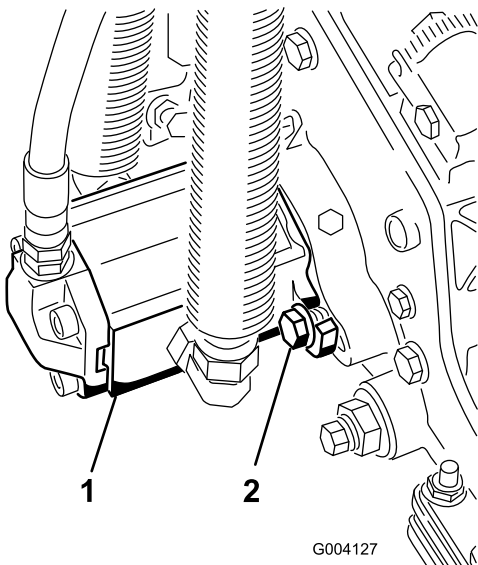

Рисунок 13
16. Установите двигатель, повернув его по часовой стрелке, чтобы фланцы двигателя не закрывали болты (Рисунок 13).